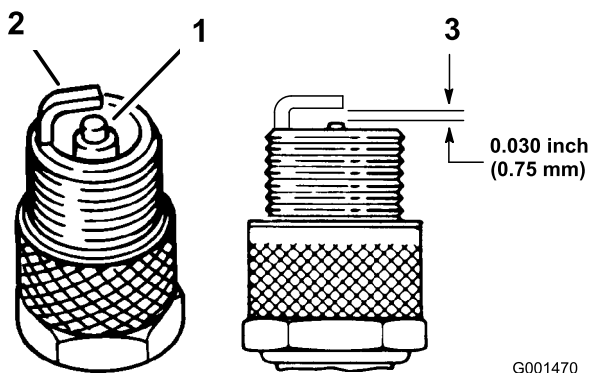

Figura 25
1. Veja a parte central das velas de ignição (Figura 25). Se verificar uma cobertura castanha ou cinzenta no isolante, o motor está a funcionar correctamente. Uma cobertura preta no isolante indica que o filtro de ar está sujo.
2. Verifique a folga entre os eléctrodos central e lateral (Figura 25). Dobre o eléctrodo lateral (Figura 25) se a folga não for a correcta.
3. Ligue os cabos às velas de ignição (Figura 25).